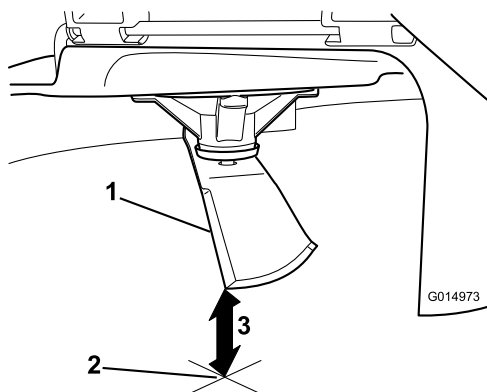

Figura 59
3. Mida desde la punta de la cuchilla hasta la superficie plana (Figura 59).